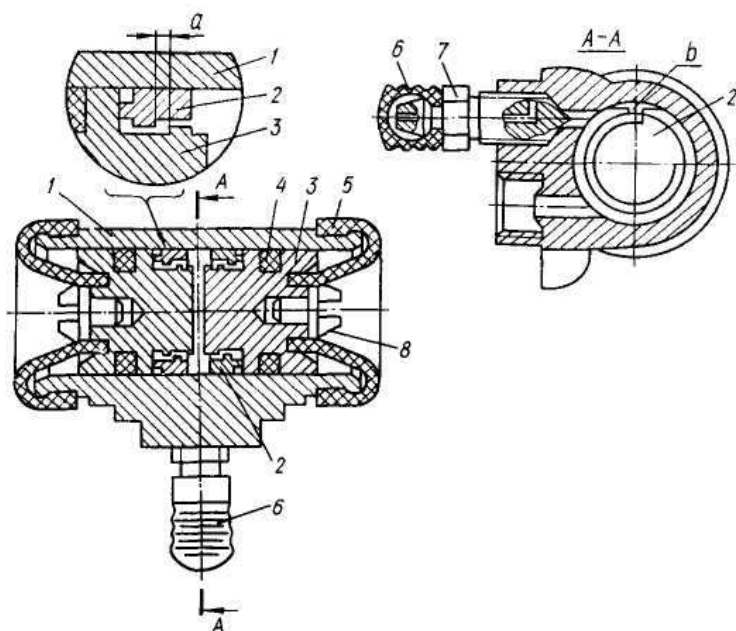

Рис. 193. Цилиндр колёсный тормоза:
Устройство колёсного цилиндра: в чугунный цилиндр 1 (рис. 193) посажены разрезные упругие упорные кольца 2. В кольца завинчены поршни 3 с запрессованными опорными стержнями 8 и надетыми манжетами 4. На торцы цилиндра и поршней надеты грязезащитные колпаки 5. Усилие перемещения упорного кольца в цилиндре составляет 40...50 кгс и является меньшим усилия действующей на поршень цилиндра рабочей жидкости при энергичном торможении.
- упорное кольцо устанавливайте буртиком в сторону поршня. Стык **b** (рис. 193) кольца должен быть расположен со стороны канала выпуска воздуха клапаном и параллельно привалочной поверхности цилиндра. Отклонение — не более 5°;